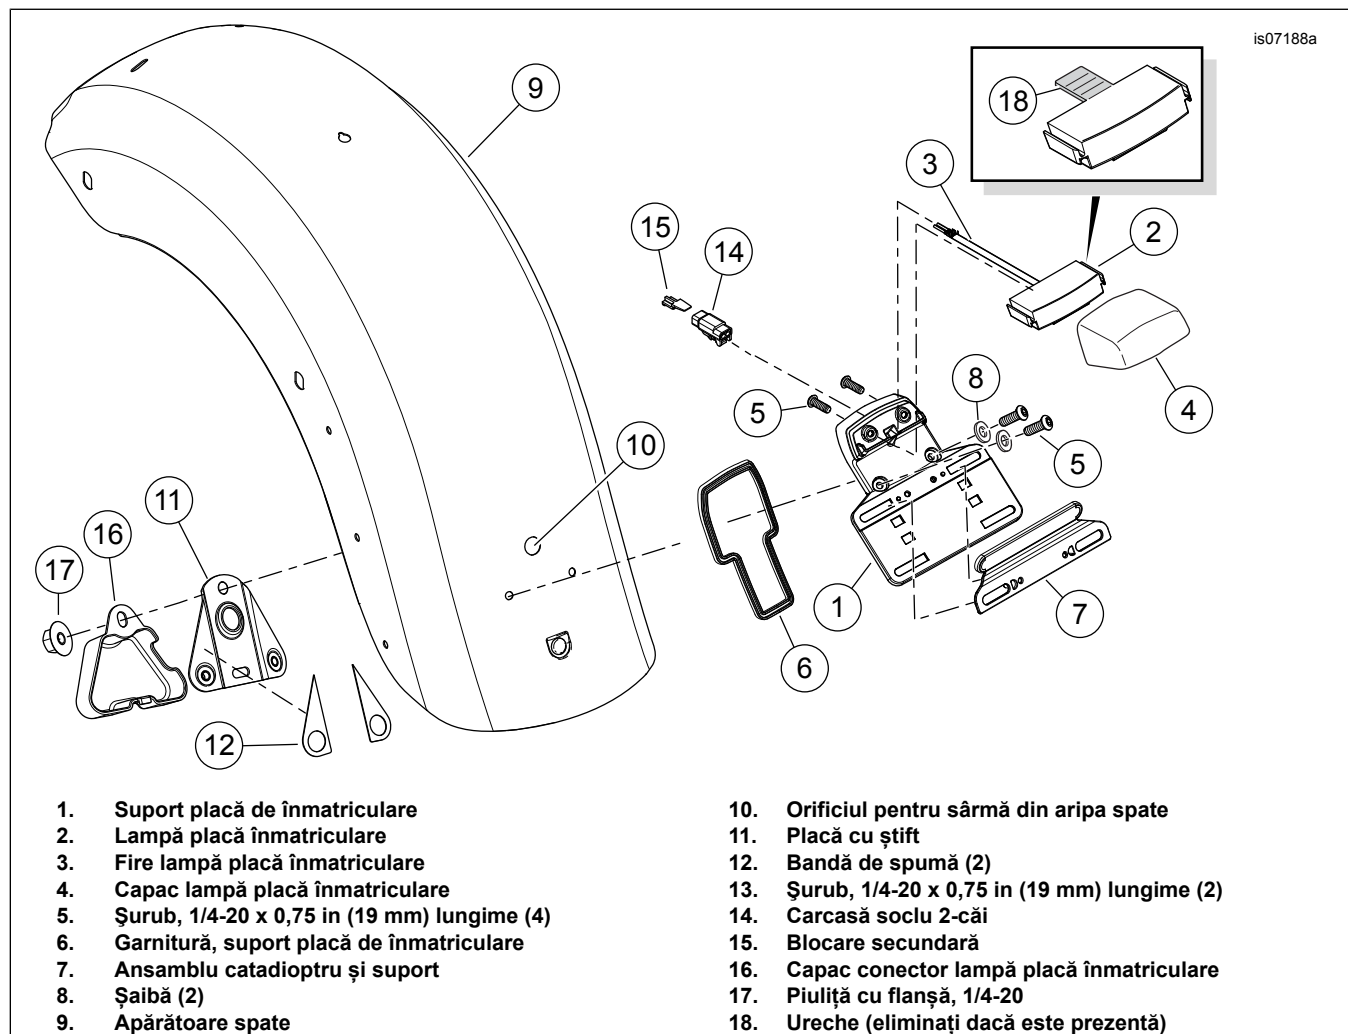

Figura 3. Montarea lămpii de la placa de înmatriculare și a suportului
Unele lămpi de la placa de înmatriculare au o ureche (consultați Figura 3 , punctul 18) care împiedică instalarea. Eliminați urechea înainte de a continua.
1. A se vedea figura 3. Asamblați lampa plăcii de înmatriculare (2) și capacul (4) pe suportul plăcii de înmatriculare (1).
2. Strângeți șuruburile (5).